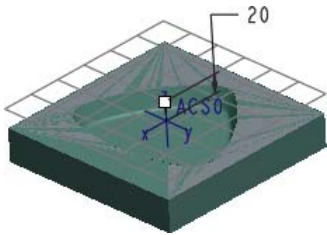

图 19.2.13 定义退刀平面
Step6. 退刀面的设置。在“设置：操作”操控板中的单击 **间隙** 按钮，系统弹出图 19.2.12 所示“间隙”设置界面，然后在 **类型** 下拉列表中选择 **平面** 选项，单击 **参考** 文本框，在模型树中选取坐标系 ACS0 为参照，在 **值** 文本框中输入数值 20.0，此时在图形区预览退刀平面如图 19.2.13 所示。
- ☑ **平面** 选项：为退刀定义一个平面，用户需要选择一个平面参考并输入必要的距离数值，图 19.2.13 所示为退刀平面的效果。